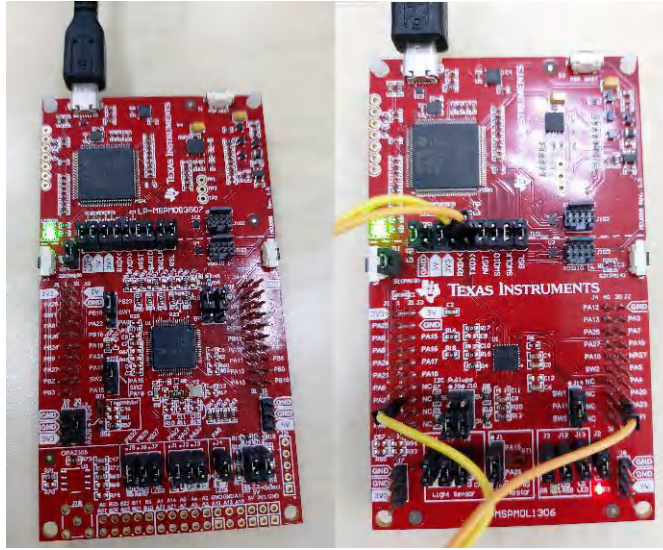

图 4-7. LaunchPad 套件连接 (左 : LP-MSPM0G3507 , 右 : LP-MSPM0L1306)
1. 将目标器件和 XDS110 连接到 PC。使用 LaunchPad 套件中集成的 XDS110 时，请将 Micro USB 电缆连接到 PC，如图 4-7 所示。